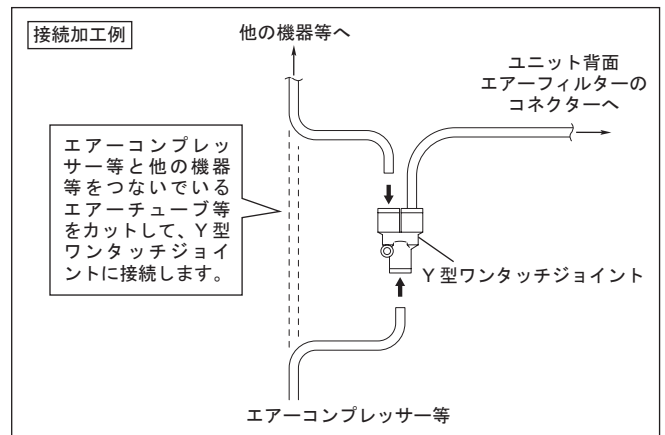

図 2
- 2) エアーチューブのもう一方の Y 型ワンタッチジョイントを、図 2 を参考に加工してエアー元 (エアーコンプレッサー等) に接続します。